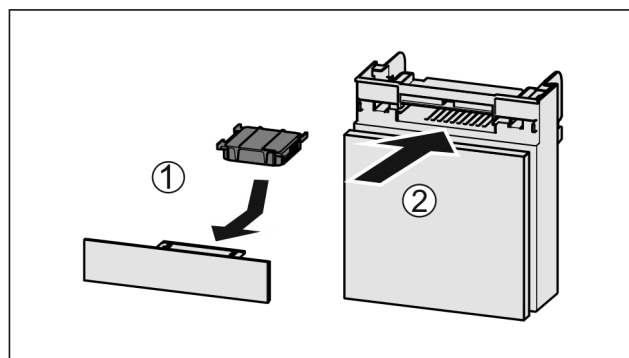

Fig. 35
- ▶ Filtr s aktivním uhlím vložte podle vyobrazení Fig. 35 (1).
- ▶ Zásuvku zasuňte Fig. 35 (2).